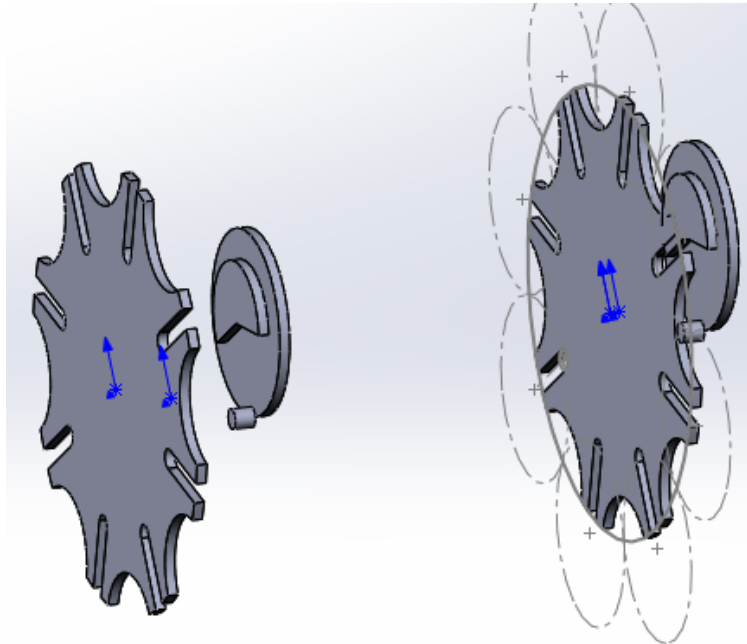

Рис. 6.12. Вставка деталей «Зірка» та «Поводок» у складання
2.5. Для того, щоб можна було виконати аналіз руху механізму треба додати ще раз деталі «Зірка» та «Поводок» у складання (рис. 6.12) і встановити спряження.